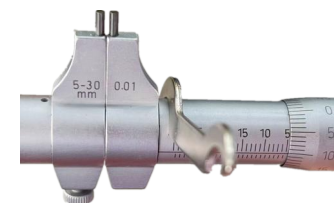

Fig.1
--Inserire la chiave di azzeramento nel foro della bussola di fissaggio (Fig. 1) e ruotare la bussola finché il micrometro non legge la stessa misura del calibro ad anello; la calibrazione è completa.